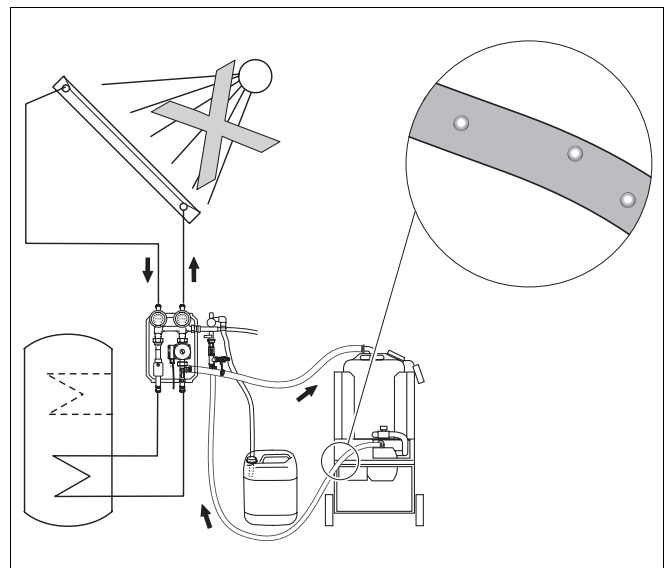

Abb. 15 Blasenfreiheit prüfen
- ▶ Spülen Sie die Rohrleitungen ca. 10 Minuten, bis die Wärmeträgerflüssigkeit in den Schläuchen und in dem Behälter der Befüllpumpe blasenfrei ist (abhängig vom Füllvolumen der Solaranlage Abb. 15). Durch kurzzeitiges Öffnen des rechten Kugelhahns der Solarstation (solarer Rücklauf) spülen Sie die Bypassstrecke über die Pumpe luftfrei.